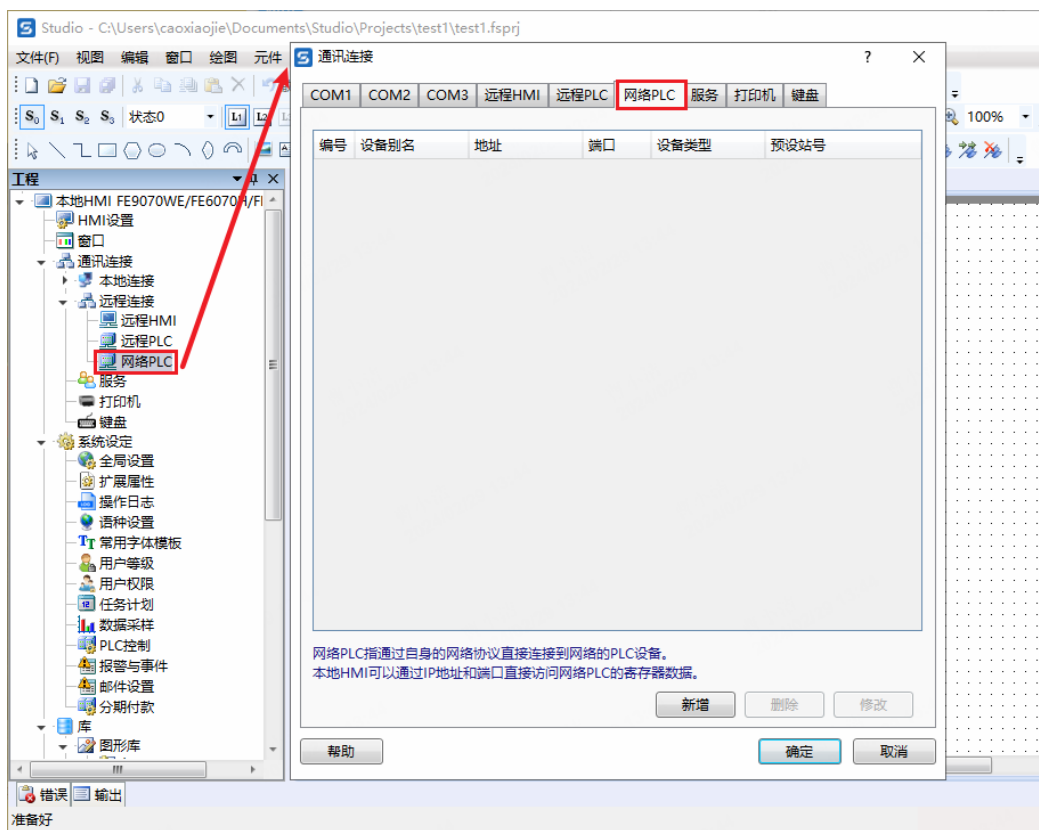

图 5-4 网络 PLC
- 5) 依次在图 5-5 和图 5-4 单击“确认”和“确定”，完成添加。
- 1) 在图 5-4 中单击“新增”，在弹出的对话框中进行如下配置。